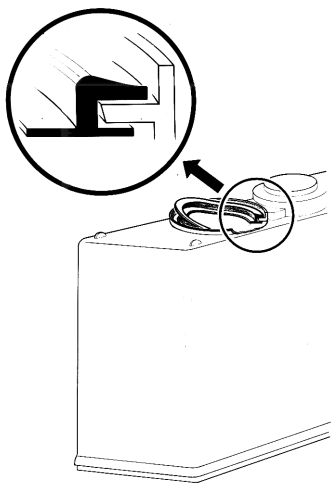

figura 10
- 3 - Rimontare la guarnizione di tenuta del contenitore nella sua sede, in modo che la corona di maggiore spessore risulti esterna al contenitore stesso (vedere figura 10).